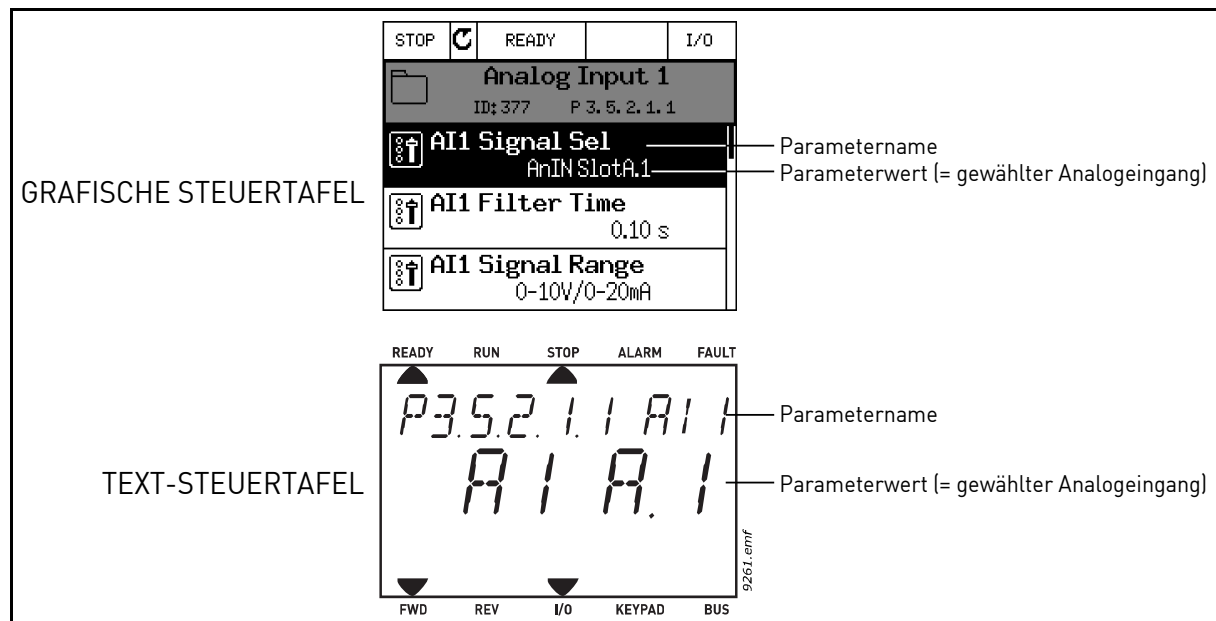

Abbildung 62.
2. Sie befinden sich nun im Modus Ändern , und der Steckplatz-Wert DigIN SlotA blinkt und ist unterstrichen. (Sollten Ihnen in ihrer E/A mehrere Digitaleingänge zur Verfügung stehen, zum Beispiel über eingesteckte Optionskarten in den Steckplätzen C , D oder E , können diese ebenfalls hier gewählt werden.) Siehe Abbildung 62.	2. Sie befinden sich nun im Modus Ändern , und der Buchstabe d blinkt. (Sollten Ihnen in ihrer E/A mehrere Digitaleingänge zur Verfügung stehen, zum Beispiel über eingesteckte Optionskarten in den Steckplätzen C , D oder E , können diese ebenfalls hier gewählt werden.) Siehe Abbildung 62.